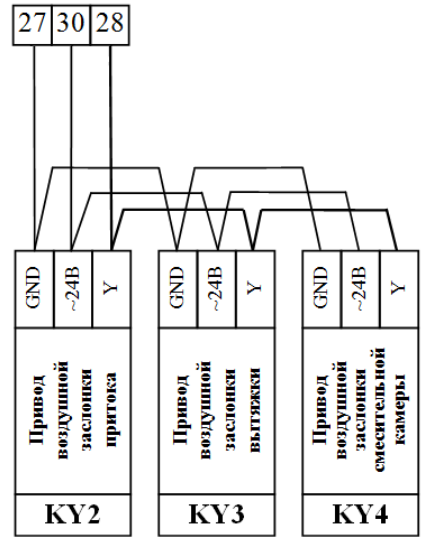

Рис. 6
- Одноименные клеммы приводов воздушных заслонок соединить «шлейфом» (Рис. 6, также см. Приложение 1), общий кабель приводов воздушных заслонок (~24В, ~24В, Y) подключить:
- привода заслонок смесительной камеры (см. рис. 6)